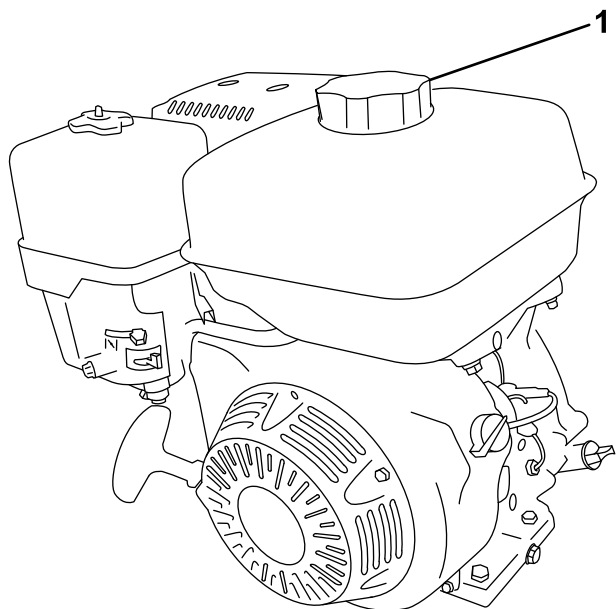

Figura 22
2. Limpie alrededor del tapón de combustible y retire el tapón (Figura 22).
4. Coloque el tapón del depósito de combustible firmemente (Figura 22).